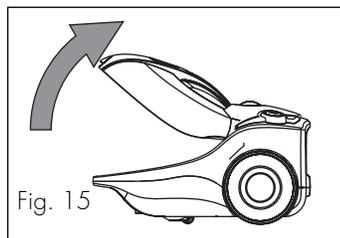

Fig. 15
Per cambiare il sacco carta, premere il pulsante di apertura vano raccogli-polvere (P) e alzare il coperchio (fig. 15), estrarre il supporto sacco carta (fig. 16a), chiudere il sacco tirando la linguetta (fig. 16b), sfilare il sacco carta e gettarlo. Infilare il nuovo sacco carta nelle guide previste, rispettando la direzione della freccia (fig. 17a) e spingerlo fino in fondo.